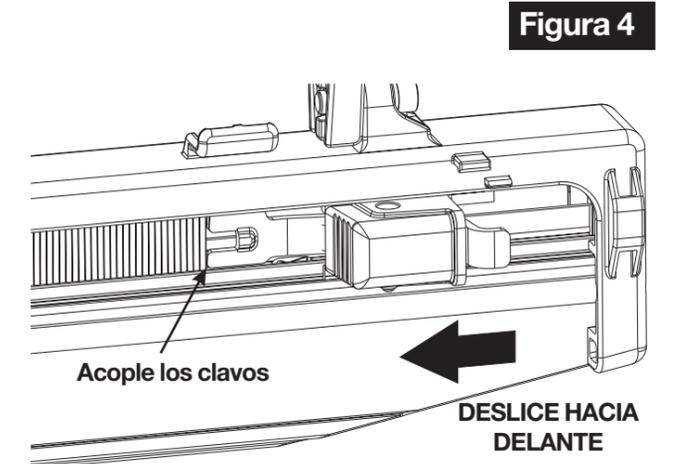

Figura 4
- Una vez que el disparador golpee la parte trasera de la recámara, deje que el disparador se deslice hacia delante y acople los clavos, empujándolos hacia la punta de la herramienta. (Vea figura 4)